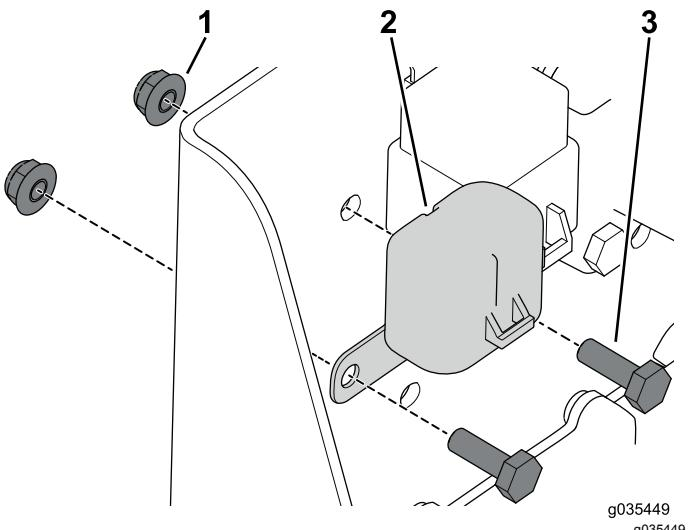

Figura 14
5. Utilizzate i 2 bulloni (1/4 x 3/4 poll.) e i dadi flangiati per fissare il tappo del fusibile (Figura 14).